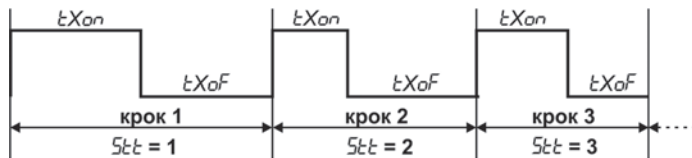

Рисунок 3.3
3.1.1.4 Кожен із тридцяти кроків послідовності має свою пару параметрів « $tXon$ » та « $tXof$ », яка вибирається при програмуванні пристрою параметром « $SttX$ » (рисунок 3.3).